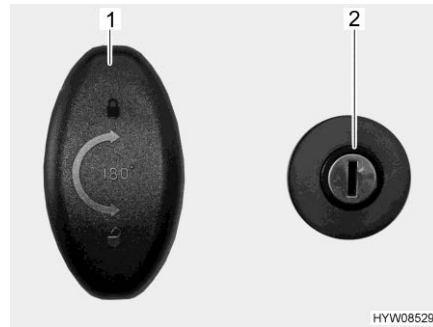

Fig. 53 Serratura della porta (porta del garage)
- Inserire la chiave nel cilindro della serratura (Fig. 53,2) e ruotare in senso orario. La chiusura centralizzata è sbloccata.
- Girare la maniglia della serratura (Fig. 53,1) in senso antiorario di un mezzo giro e aprire la porta del garage.
- Girare la maniglia della serratura (Fig. 53,1) in senso antiorario di un mezzo giro.
- Inserire la chiave nel cilindro della serratura (Fig. 53,2) e ruotare in senso antiorario. La chiusura centralizzata è bloccata.